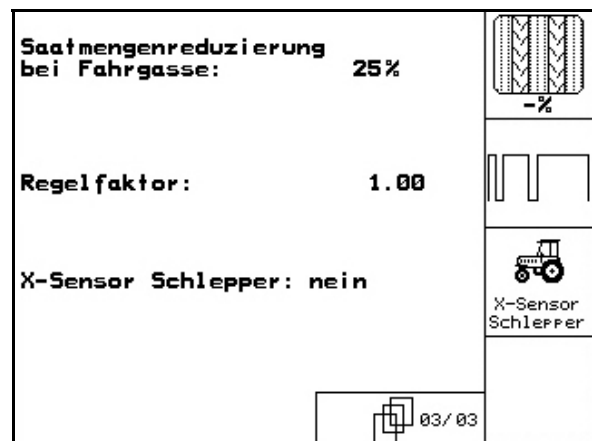

Рис. 19
Страница 3 (Рис. 19)
2. Отметьте начальную и конечную точки измерительного участка (Рис. 19).